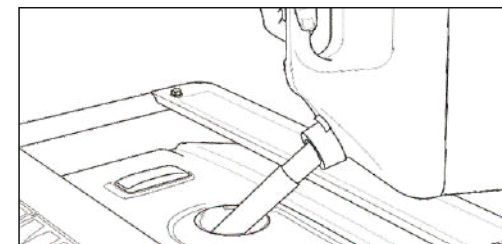

Рисунок 5 – Уровень топлива
- Постепенно заливайте бензин в горловину бака. **Будьте осторожны, не переполняйте бак!** (Рис.5)